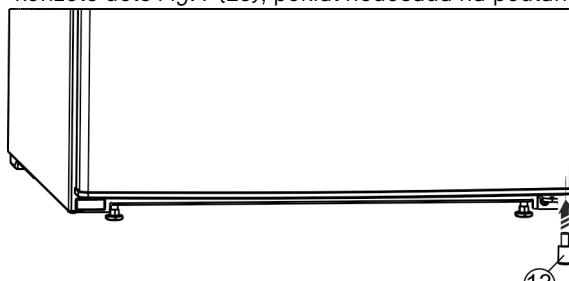

Fig. 9
- ▶ Dištančný diel Fig. 9 (13) nasadťte znova vpravo dole do dverí, pretože je to dôležité pre stabilitu zariadenia.